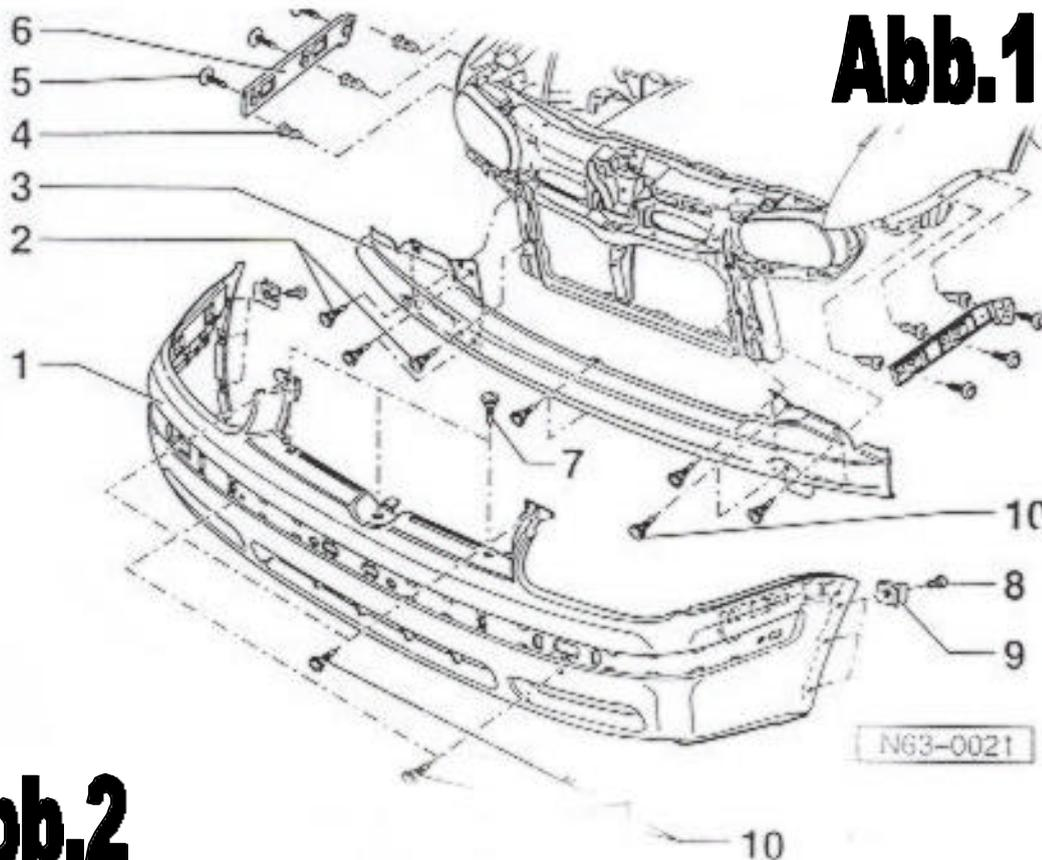

Abb.2
- ➔ Querrahmen (3) vom Fahrzeug entfernen und wie folgt zuschneiden (Abb.2):